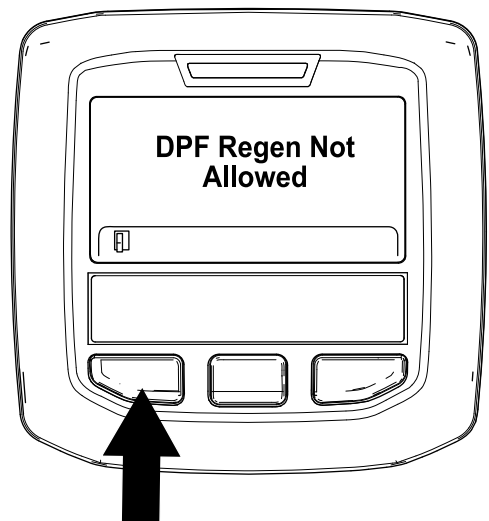

Рисунок 51
- Если компьютер двигателя не разрешил процесс регенерации, на дисплее инфо-центра появится сообщение «DPF Regen Not Allowed» («Регенерация фильтра DPF запрещена») (Рисунок 51). Нажмите левую кнопку, чтобы перейти на главную страницу.